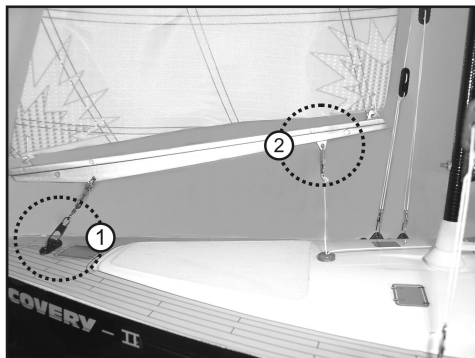

Bild 7
- Montieren Sie wie in Bild 7 Pos. 1 gezeigt das Vorsegel mit Seil und Haken am Bootsdeck.
- Clipsen Sie wie in Bild 7 Pos. 2 gezeigt das Steuerseil an den „Baum“ des Vorsegels.